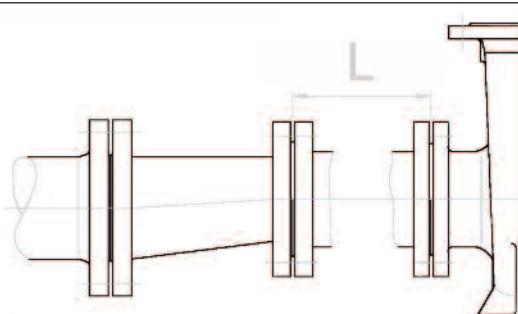

FIG. 2
- En cas de changement de diamètre, utiliser des convergents asymétriques pour éviter la formation de poches d'air (FIG. 2).
- Prévoir à l'aspiration une manchette d'aspiration du même diamètre que la pompe et d'une longueur égale à 15 fois le diamètre nominale de la pompe afin d'éviter les turbulences (FIG. 2).
Pour éviter la formation de poches d'air monter un convergent asymétrique (FIG. 2).